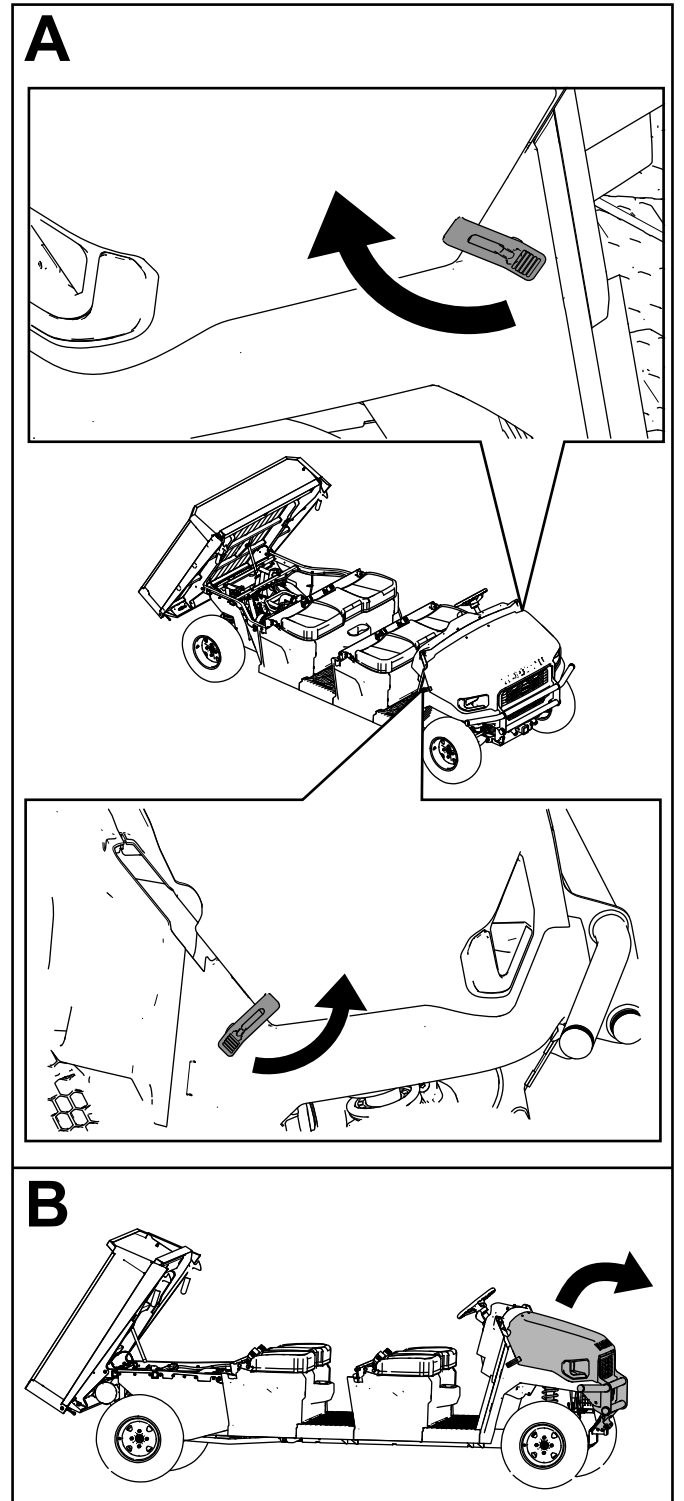

Figura 31
2. Levante el capó (Figura 31).